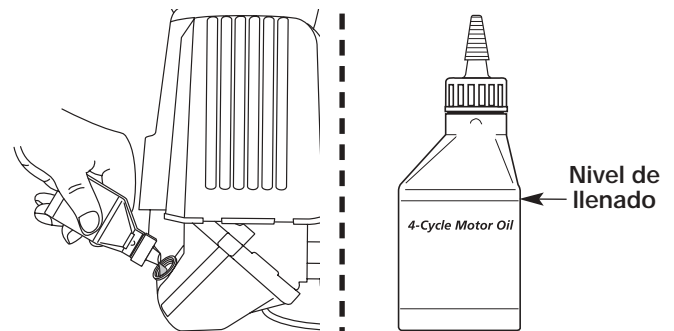

Fig. 18
**NOTA:** Use la botella y la boquilla que guardó del uso inicial para medir la cantidad correcta. El nivel de 100 ml (3,4 onzas) está aproximadamente en la parte superior de la etiqueta de la botella (Fig. 18). Mida el nivel con la varilla de medición. Si el nivel está bajo, agregue una pequeña cantidad de aceite y vuelva a medir (Fig. 18). No lo llene demasiado.